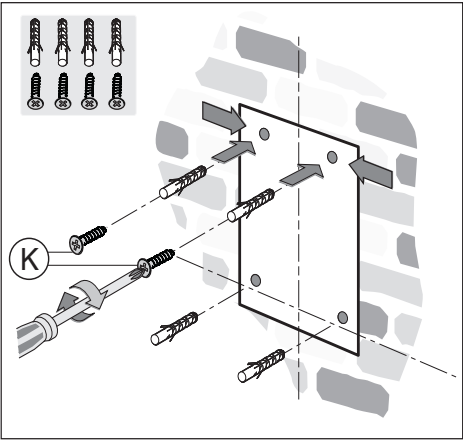

Fig.3
- Markera och borra fästhål (Fig.3).
- Fäst expansionspluggarna och de 2 övre skruvarna **K** utan att skruva fast dem fullständigt (Fig.3).